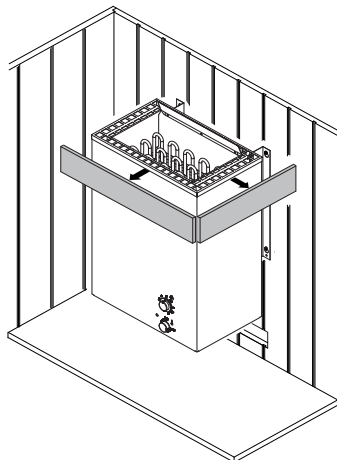

Abb. 2
- Die Höhe des Ofenschutzes muss etwa der vorderen Ofenhöhe entsprechen (Abb. 2).